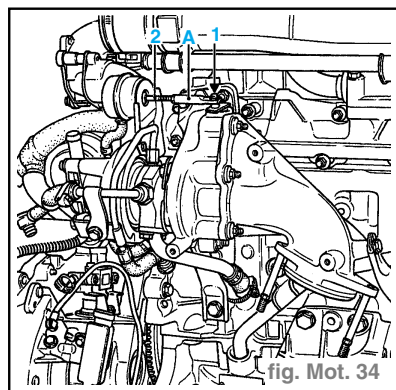

fig. Mot. 34
- Lors d'un contrôle de la pression de calibrage, on peut avoir à intervenir sur le réglage de la longueur de la tige de wastegate (2) (pression hors tolérance). (fig. Mot. 34)